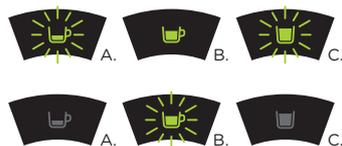

Fig. 17: Programación del botón de extracción de café largo.
- A continuación deberá pulsar el botón de extracción de café largo hasta los indicadores luminosos de los botones de extracción de café espresso y té parpadear. Pulse de nuevo el botón de extracción de café largo (ver **Fig. 17**).